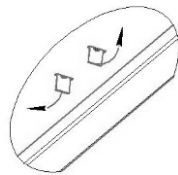

Рисунок 2 – Язычки в пазах основания
1. Вставить стенку среднюю в основание, отогнуть язычки в пазах основания (Рисунок 2).